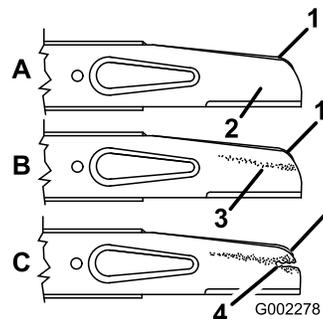

Figura 25
2. Retire as porcas da lâmina, acelerador e lâmina (Figura 25).